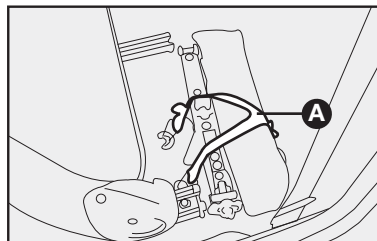

fig. 11
- Levante el asiento del conductor y suelte la cinta el stica **A-fig. 11** de sujeci n de la bolsa portaherramientas.